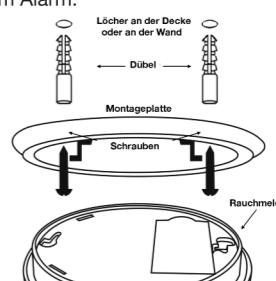

Bild 5
1. Drehen Sie den Rauchwarnmelder gegen den Uhrzeigersinn. Nehmen Sie dann das Alarmteil heraus (siehe Bild 5).
- Legen Sie die Montageplatte an die Kunststoffdübel. Befestigen Sie die Montageplatte mit den Schrauben (siehe Bild 5) an den Dübeln.